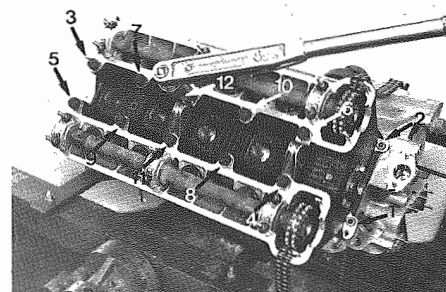

Fig. 32 - Numerazione di smontaggio
- Ripetere le medesime operazioni per l'altra testa cilindri. Le due teste non sono intercambiabili (marcatura teste - **Fig. 32**).
- Repeat the same operations for the other cylinder head. The two head are not interchangeable (cylinder head marking - **Fig. 32**).